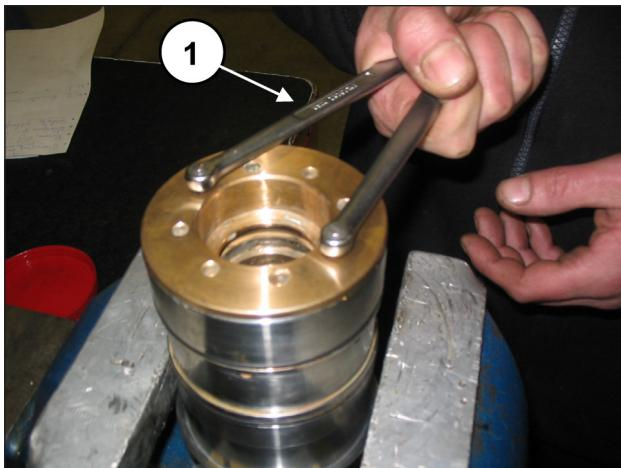

Abb. 190
Ziehen Sie ihn mithilfe eines handelsüblichen Stirnlochschlüssels mit runden Zapfen Ø5 fest (Pos. ①, Abb. 190)